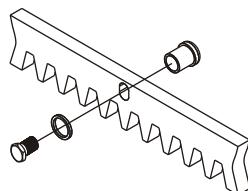

Fig. 8
**6.2.** Fijar a cada elemento de cremallera los distanciadores del soporte mediante los correspondientes tornillos de bloqueo, teniendo cuidado de posicionarlos en la parte superior del agujero (Fig. 8);